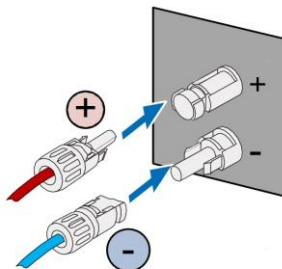

Abb. 5.4 PV-DC-Strang, angeschlossen am Wechselrichter
(1) Schließen Sie die positiven und negativen Anschlüsse der angeschlossenen PV-Stränge an den entsprechenden Positionen des DC-Anschlusses des Wechselrichters an und überprüfen Sie den festen Anschluss, wie in Abb. 5.4 dargestellt;
(2) Wenn Sie den DC-Steckverbinder vom Wechselrichter demontieren, führen Sie die Spitze eines Schlitzschraubendrehers in die erhabene Öffnung in der Mitte des Steckverbinders ein und ziehen das bewegliche Ende des Steckverbinders heraus.